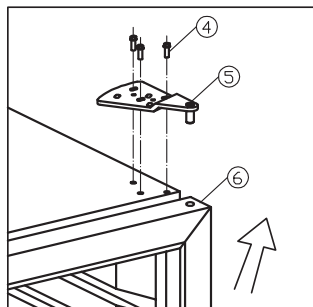
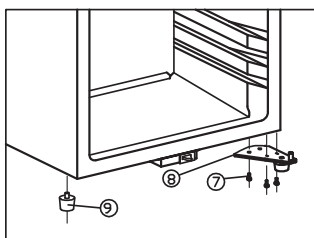

fig. 7.2
fig. 7.3
- Mens du støtter døren, løses og fjernes tophængsel og døren løftes af. Se fig.7.2
- Afmonter bundhængslet (8)
- Afmonter den høje kabinetfod (9) fra venstre side og monter den igen i modsat side. Se fig.7.3